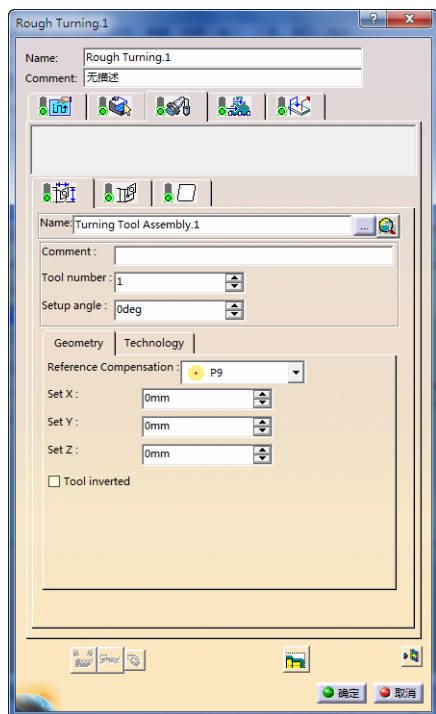

图 7-80 刀具参数选项卡 (4)
- 单击“Rough Turning.1”对话框中的，切换到刀具参数选项卡（4），在“Name”文本框中输入“Turning Tool Assembly.1”，如图 7-80 所示。